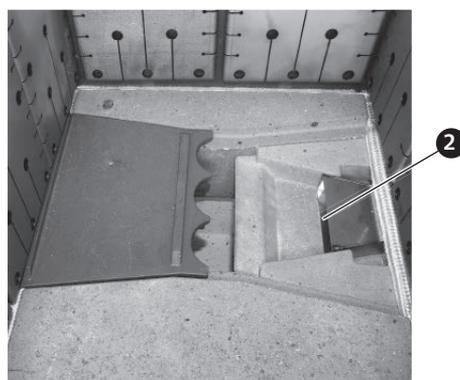

Fig. 65 Sortir les tablettes de combustion, contrôler les ouvertures d'air secondaire.
- ▶ Sortir les deux tablettes de combustion, aspirer la cendre et contrôler, ou dégager le cas échéant, les ouvertures d'air secondaire se trouvant en dessous - Fig. 65.